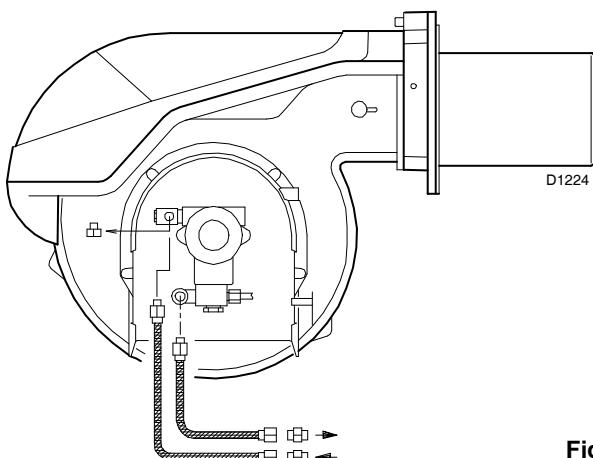

Fig. 20
7.1.1 Collegamenti idraulici (Fig. 20)